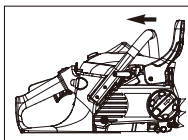

Fig. 3A
2. Asigurați-vă că clapeta CHAIN BRAKE® este mutată în poziția INACTIV. (Fig.3A)